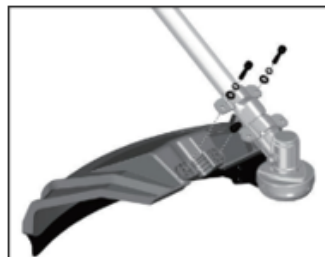

Fig. 3-1
1. Coloque a proteção no acessório. (fig. 3-1)